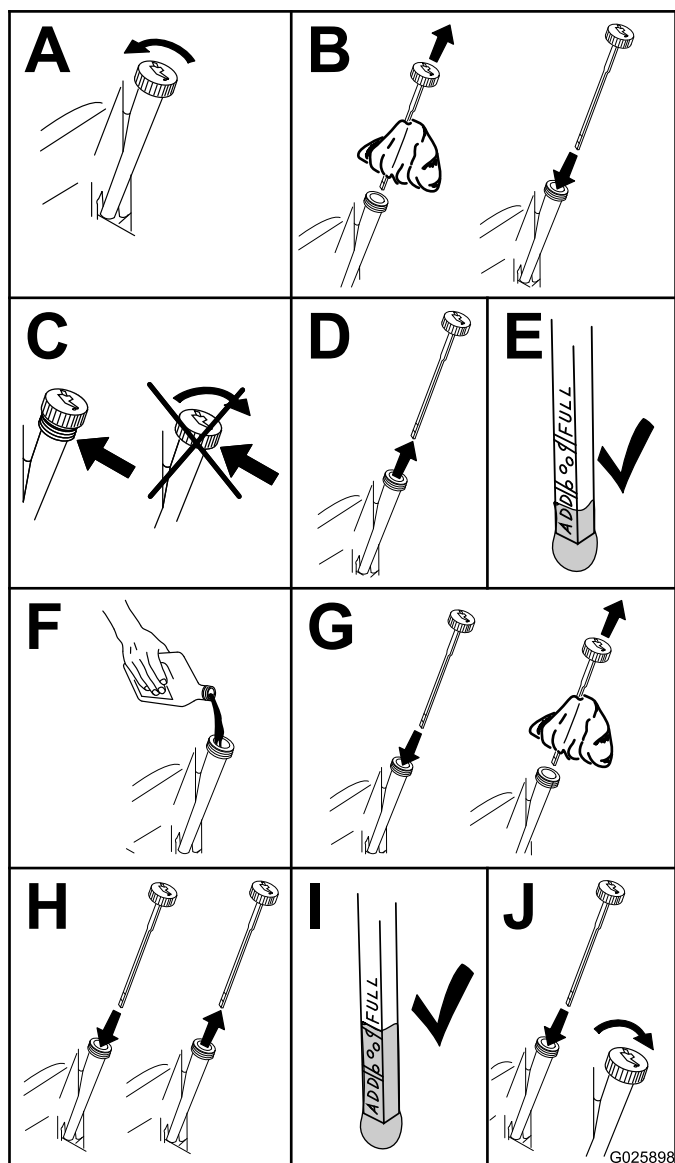

Figura 13
3. Compruebe el nivel de aceite del motor, según se muestra en Figura 13.